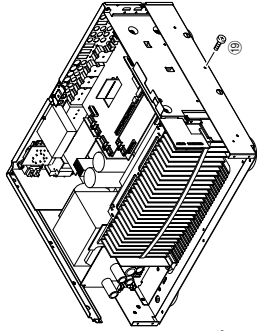

Fig. 8
- Put the rubber sheet and the cloth over the equipment. Then place the P.C.B.s upside down on the cloth and check it. (Fig. 8)
- FL (1) P.C.B. CB901_FL (2) P.C.B. CB970 : MF126500 (26P, 500mm)
- FL (2) P.C.B. CB971_OPERATION (2) P.C.B. CB803 : MF115500 (15P, 500mm)
- In main unit, the ground of rear unit is connected to the chassis. When this rear unit are removed from chassis, connect the ground to the chassis, using a ground lead or such. (Fig. 8)
- 本機の上にゴムシートと布を敷き、その上にP.C.B.を裏返しに置いてチェックします。(Fig. 8)
- 本機ではリアユニットのアースがシャーシに接続されています。リアユニットをシャーシより取り外した場合は、リード線等でアースをシャーシに接続してください。(Fig. 8)